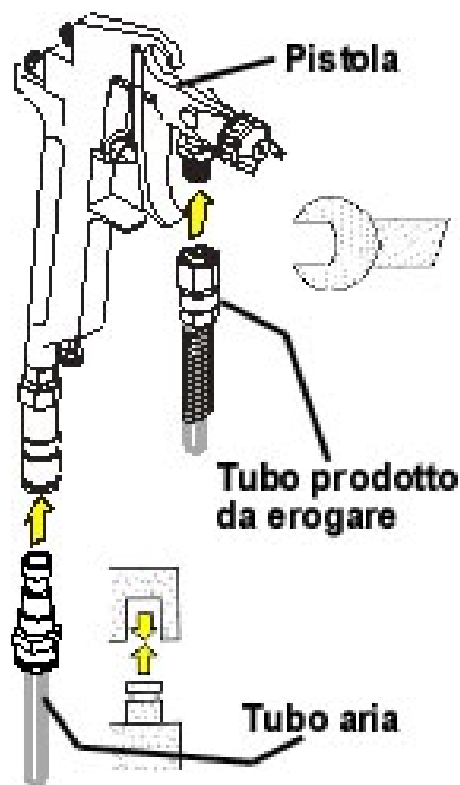

Fig.26
- 3) Montare la pistola a spruzzo controllando che sia ben pulita (fig.26).